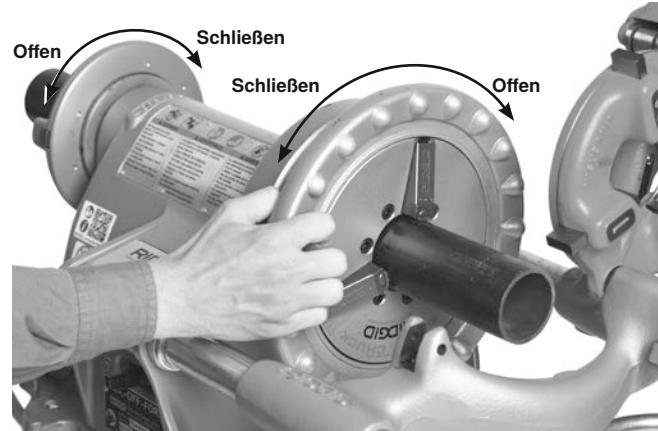

Abbildung 14 – Einstellen des Rohrs
4. Drehen Sie die hintere Zentriervorrichtung nach links (von Rückseite der Maschine aus betrachtet), um das Futter um das Rohr zu schließen (*Abbildung 14*). Achten Sie darauf, dass das Rohr in den Einsätzen zentriert wird. Das erhöht die Stützwirkung auf das Rohr und führt zu besseren Schneideergebnissen.
5. Drehen Sie das Handrad des vorderen Spannfutters nach links (von Vorderseite der Maschine aus betrachtet), um das Futter um das Rohr zu schließen. Achten Sie darauf, dass das Rohr in den Einsätzen zentriert wird. Drehen Sie das Handrad mehrmals kräftig nach links, um das Rohr im vorderen Spannfutter zu sichern (*Abbildung 14*).